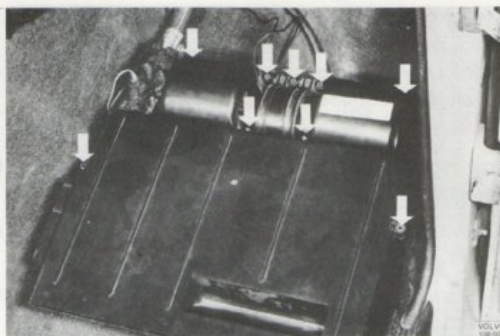

Bild 86. Skruvar för förångaraggregatets överdel
10. Skruva ur samtliga skruvar som håller förångarhusets överdel (bild 86), och lyft av denna.